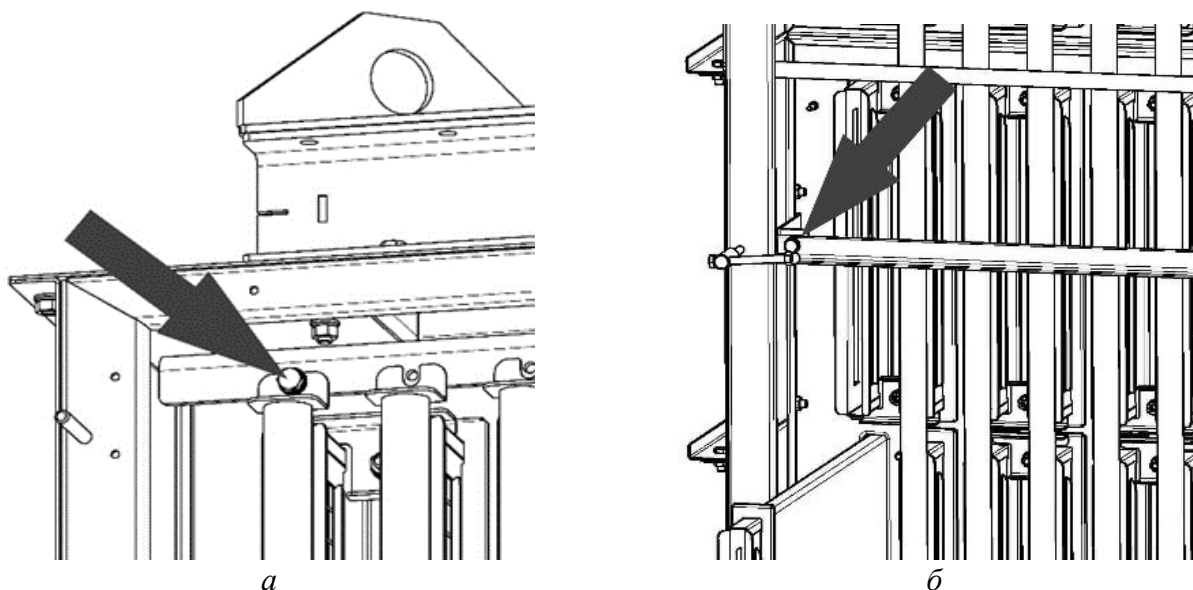

Рисунок 15
5.3.23 Установить уголки, прижимающие трубки (рисунок 15б). Закрыть двери фильтровального модуля.